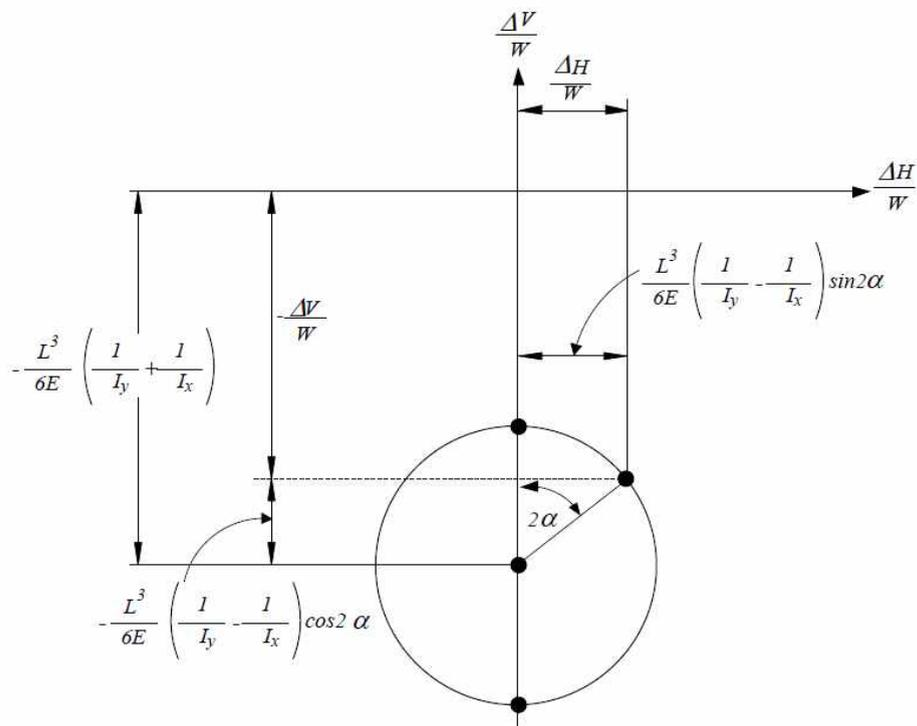

Figure 4. 처짐에 대한 모어 서클
처짐에 대한 모어 서클을 이용하여  $\frac{\Delta V}{W}$ ,  $\frac{\Delta H}{W}$ 을 Figure 4와 같이 해석이 가능하다.
- 1) 평면에서의 회전행렬을 유도하시오. 그 회전행렬을 이용하여 식 (1) ~ (6)을 다시 정리하고, 그 내용을 실험 이론에 작성하시오.
- 2) Figure. 4의 모어 서클에 해당하는 좌표 변환 식을 식 (5), (6)을 이용하여 유도하시오. 유도한 식에서 원의 중심 좌표와 원의 반지름을 표시하시오.